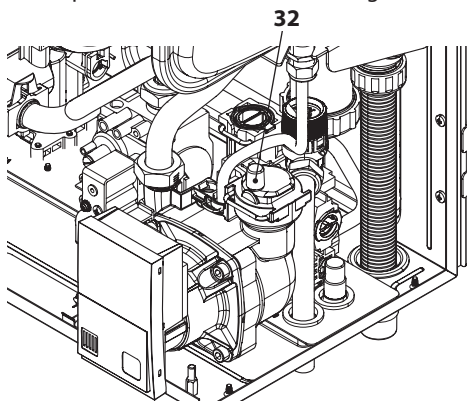
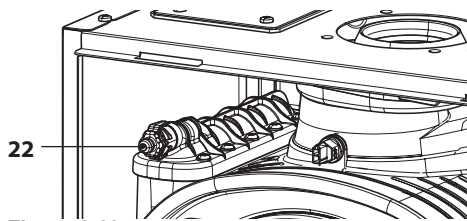

Figura 9.10
Figura 9.11
- Per facilitare lo svuotamento, svitare il tappo 32 della valvola di sfogo automatica in Figura 9.10 e allentare il raccordo di sfogo scambiatore primario condensante 22 in Figura 9.11..